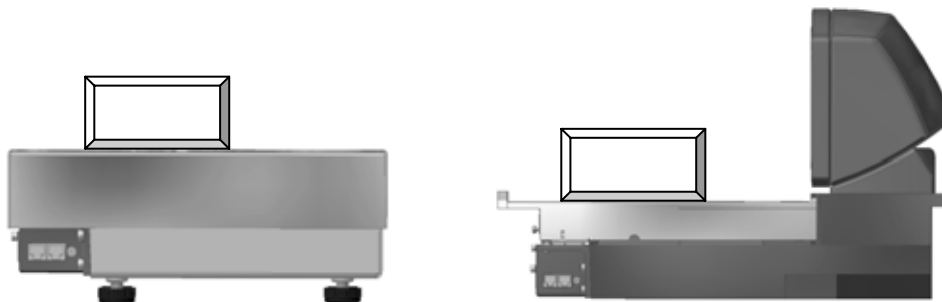
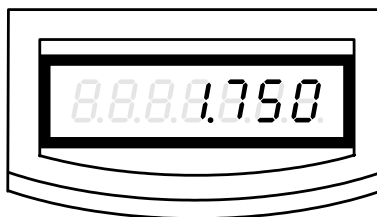

Рисунок 13. Весы Штрих VM100 и Штрих VM100M
Рисунок 14. Показания дисплея при наличии груза
2. Положите груз на грузоприемную платформу (см. Рисунок 13). На дисплее весов отобразится значение массы груза на грузоприемной платформе (см. Рисунок 14).